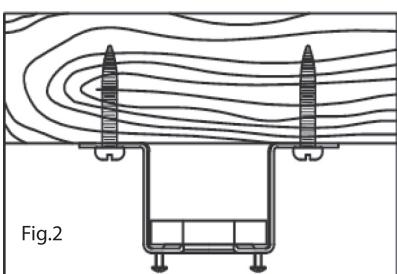

Fig.2
2) Plafond en bois : fixez le support de fixation au plafond en bois avec (épaisseur d'au moins 7 cm) 4 vis à bois. (fig. 2)